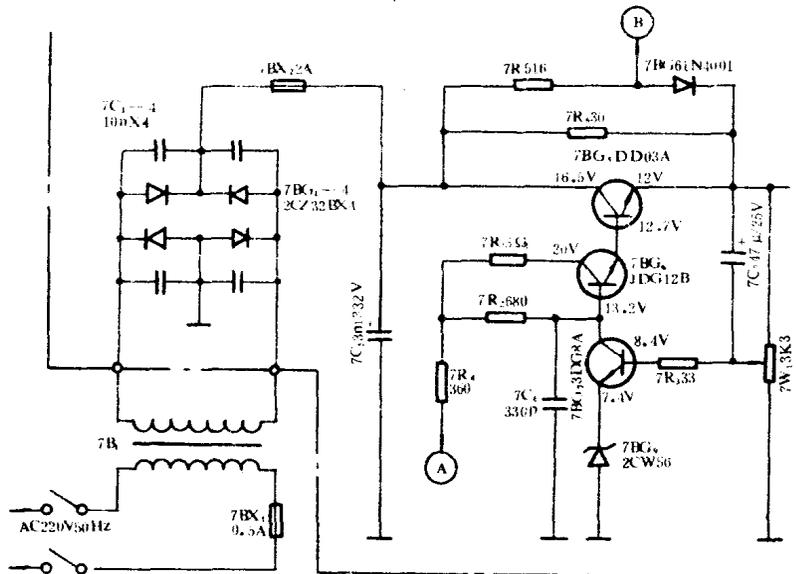

图1-4
1. 检查整流滤波电路。测量7C5（见图1-4）两端电压为20V，与正常值相同。